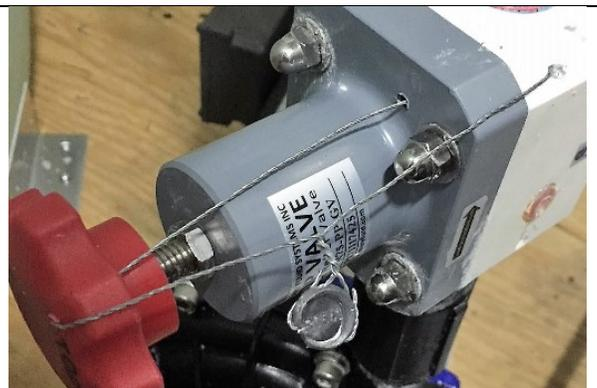

Figure 11 Sealing the regulator valve (flow restrictor) |
There is a pressure regulating valve to restrict the flow rate range. Higher flowrates than the maximum flowrate, as indicated on page 1, shall not be attainable once this valve is sealed (see Figure 11).
Il y a une soupape de régulation de pression pour restreindre la plage de débit. Des débits plus élevés que le débit maximal, tel qu'indiqué à la page 1, ne doivent pas être atteints une fois que cette vanne est scellée (voir Figure 11).
- Flow restrictor valve (see Figure 11).
- Soupape de restreindre de débit (voir Figure 11).